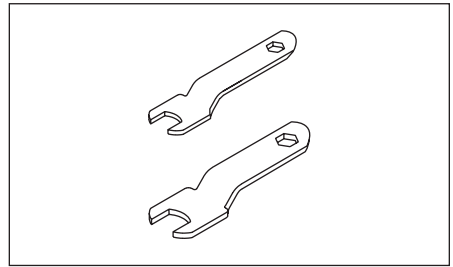

Figure 3 - Clés
2. **Bien serrer la mandrin avec les clés (fournies avec quelques modèles) (Voir Figures 3 et 4).** Appliquer une clé sur l'écrou du mandrin et l'autre sur la tige. Tourner la clé sur l'écrou du mandrin à la droite, et simultanément, tourner l'autre clé au sens opposé. S'assurer de ne pas laisser glisser la tige.